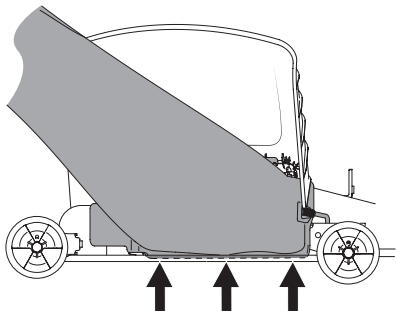

Figura 22
**¡IMPORTANTE!** Asegúrese de que la parte inferior del bota esté ubicada dentro del borde de la abertura de plataforma, como se muestra en la Figura 22.